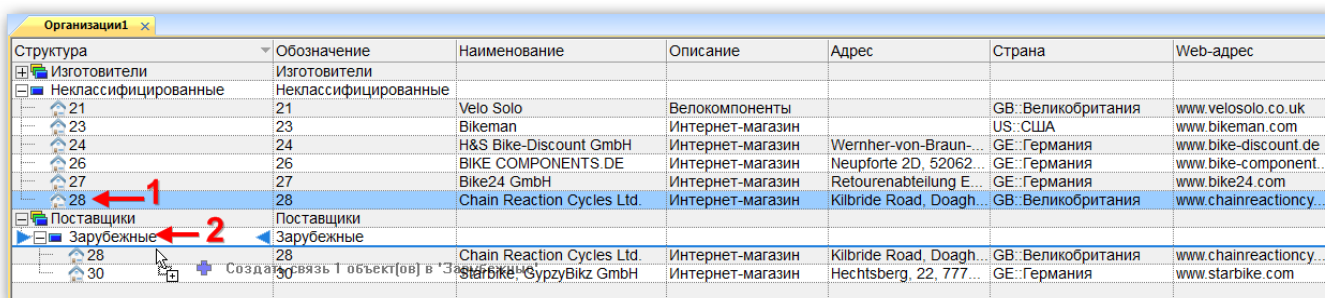

Рис. 9-31 – Установление новой связи организации с другим родительским элементом
- 2) Выбрать организацию в дереве справочника (1 на рис. 9-31). Для выделения нескольких организаций используются клавиши CTRL и SHIFT.
3) Удерживая нажатой клавишу CTRL и левую кнопку мыши, переместить выделенную организацию к другому родительскому элементу (2 на рис. 9-31). При этом необходимо добиться, чтобы этот раздел был выделен в колонке «Структура» стрелками ▶ и ◀.